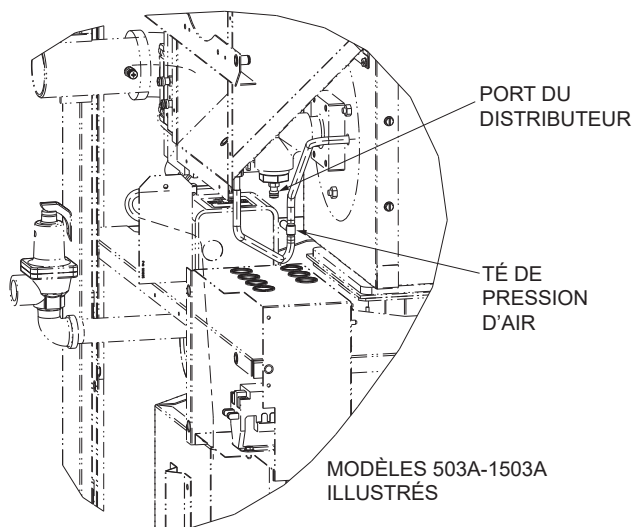

Figure 43. Té de pression d'air
3. Connectez un manomètre gradué de 12 po à proximité du pressostat du ventilateur. Retirez le capuchon noir du té de prise de pression d'air, comme indiqué à la **Figure 43** et connectez le manomètre. NOTE: conservez les capuchons pour réutilisation ultérieure.
1. Mesurez la dépression générée par le ventilateur en raccordant un manomètre au té de pression d'air comme indiqué à la **Figure 43**, à une puissance de chauffe de 100%. La lecture doit être celle indiquée au **Tableau R** (gaz naturel et propane).